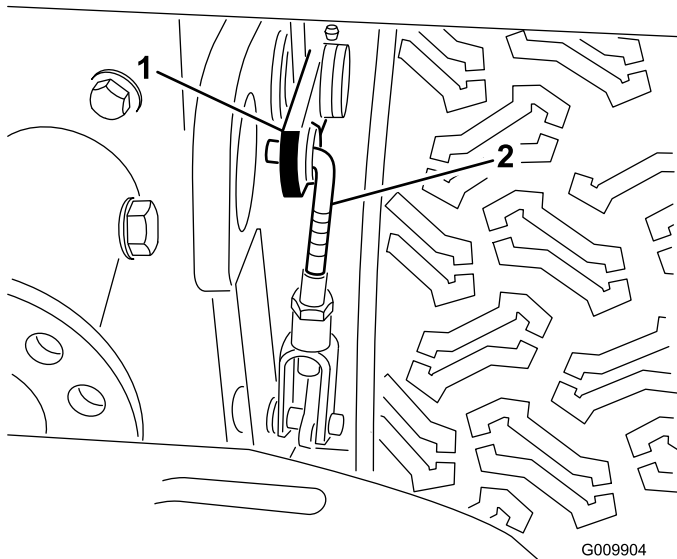

Figura 55
3. Afloje la contratuerca de la horquilla (Figura 55).